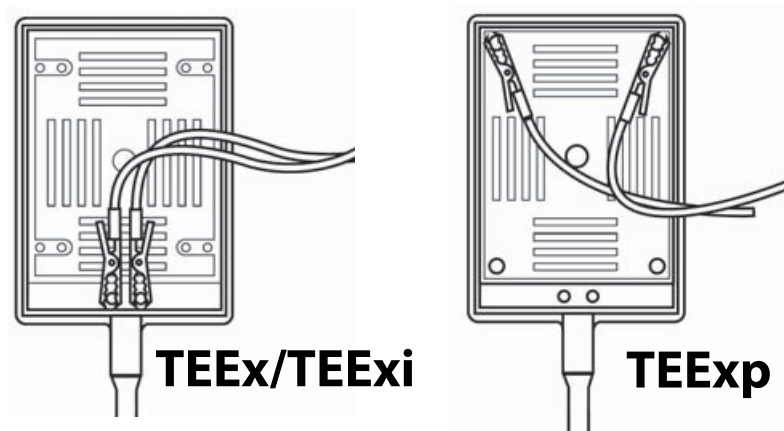

Рисунок 3 Присоединение разъема датчика
- c** Подсоедините красные электроды к винтам с накатанной головкой разъема датчика, как показано на **Рисунок 3**. Конфигурация электродов зависит от модели датчика. Для определения модели датчика см. этап 2b.